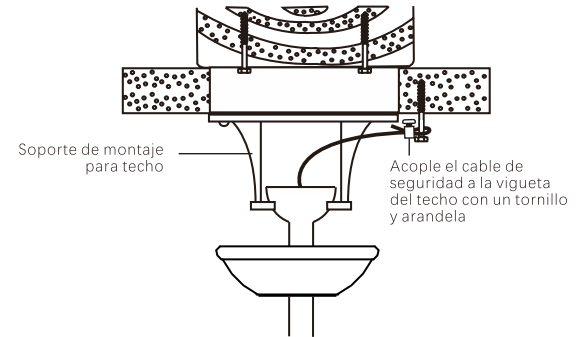

Imagen 11
Paso 1. Acople el tornillo para madera y la arandela a la vigueta del techo al lado del soporte de montaje, pero no lo ajuste. (Imagen 11)